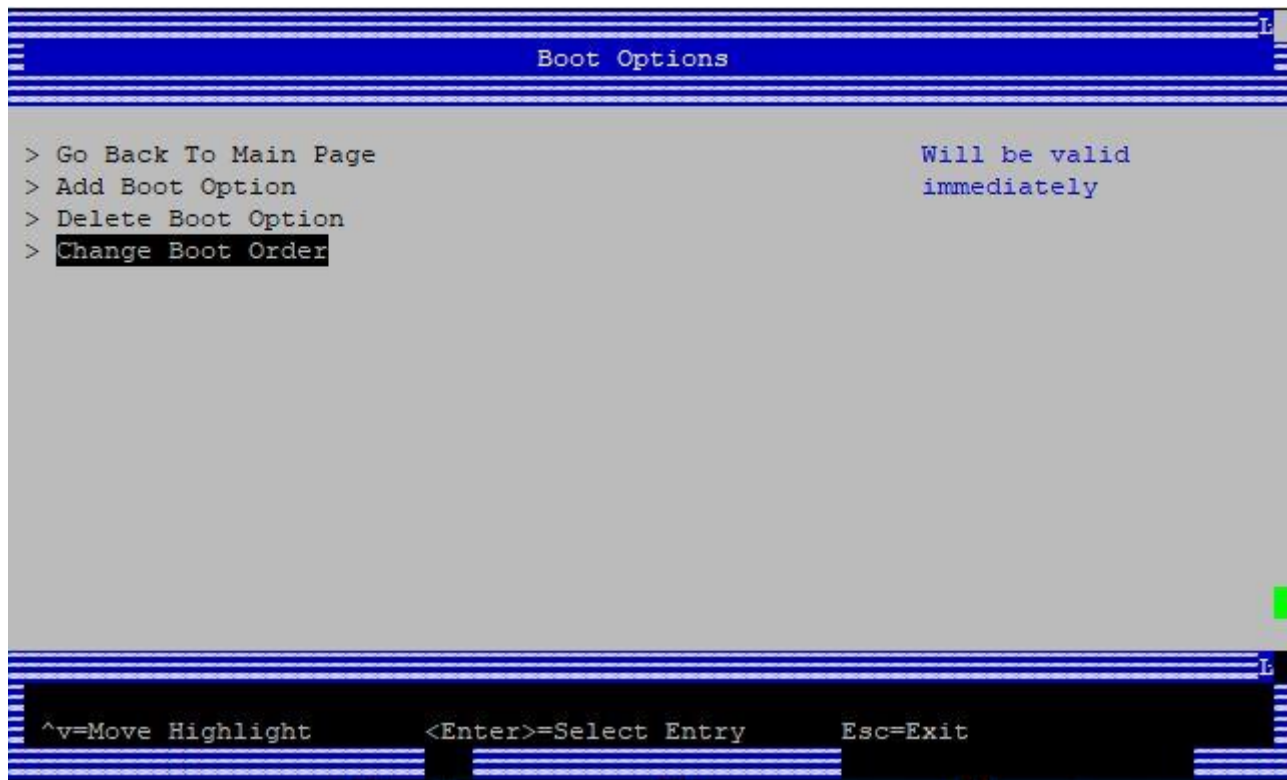

Рисунок 15 – Меню «Boot Options»
2.3.2.8 Меню «Boot Options» (рисунок 15) состоит из следующих пунктов: